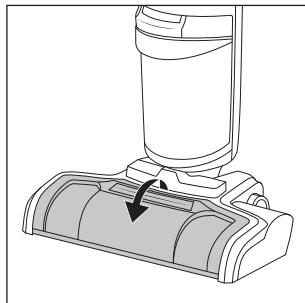

Fig. 33
- ◆ Prindeți protecția de stropire **7** în partea de sus a mânerului (**PULL**) și trageți-o în față pentru a o scoate din bază **3** (a se vedea fig. 33).